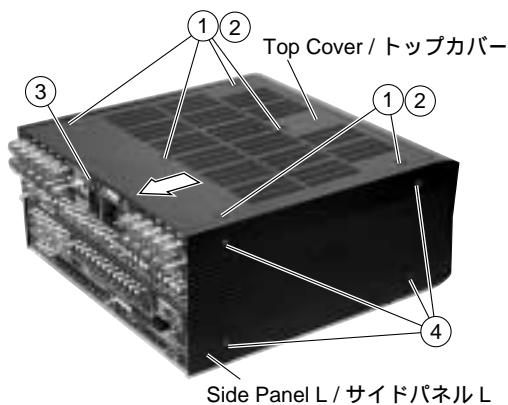

Fig. 1
- a. Remove 6 screws (①), 6 washers (②) and 1 screw (③). (Fig. 1)
- b. Slide the Top Cover rearward to remove it. (Fig. 1)
- a. ①のネジ6本、②のワッシャー6個、③のネジ1本を外します。(Fig. 1)
- b. トップカバーを後方へスライドさせ取り外します。(Fig. 1)
- a. Remove 4 screws (④) and then remove the Side Panel L. (Fig. 1)
- a. ④のネジ4本を外し、サイドパネルLを取り外します。(Fig. 1)